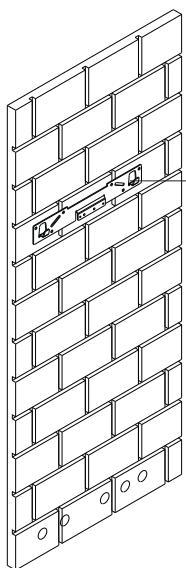

Рис. 3.2
- закрепите кронштейн (F) – рис. 3.2 – на стене и с помощью уровня проверьте, чтобы она находились в идеальном горизонтальном положении
Рис. 3.2а